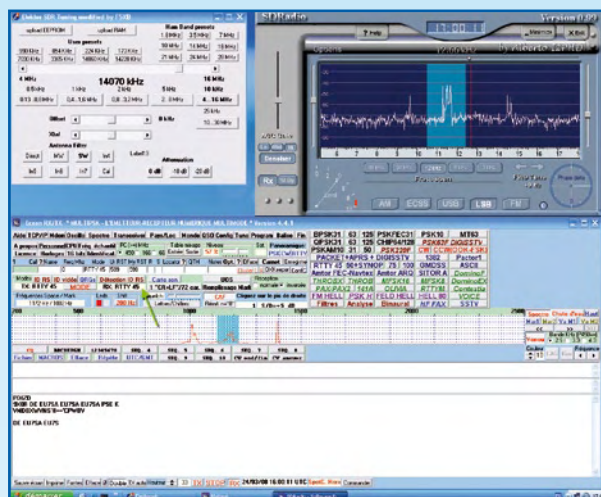

Figure 4. Réception en mode RTTY (flèche verte) mettant en oeuvre ElektorSDR, SDRadio et Multipsk.
- **MULTIPSK (figure 4)** logiciel français conçu par F6CTE est un logiciel payant mais dont une version d'essai gratuite limitée est proposée permet la réception intégrée de tous les modes numériques y compris le décodage de la télégraphie ce qui soulage et dispense les écouteurs de l'apprentissage